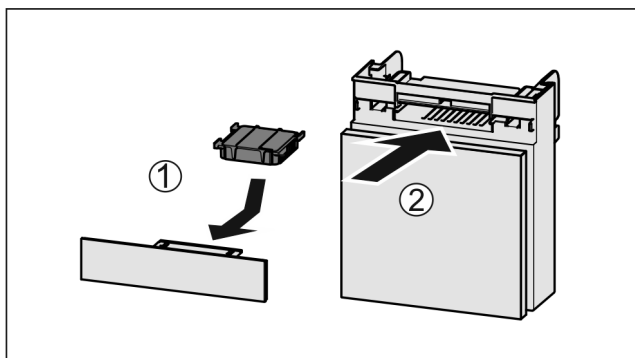

Fig. 173
- ▶ Helyezze be Fig. 173 (1) az aktívszén-szűrőt az ábrán látható módon.
- ▶ Tolja be Fig. 173 (2) a rekeszt.